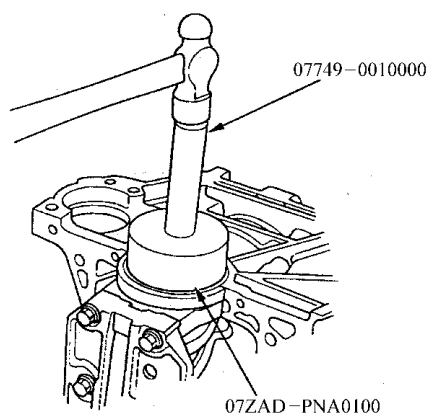

图 2-55 安装油封
- 21) 如图 2-55 所示，借助专用工具，在气缸体中笔直地打入 1 件新的油封，直至到达规定的安装高度。